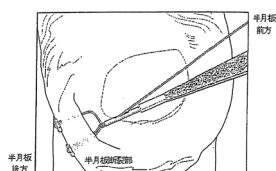

図 9
10. Ultra FAST-FIX用 ノット プッシャー/スーチャー カッターを使って固定用糸を引っ張り、糸のノットを締めて半月板上にしっかりと固定する。(図9参照)